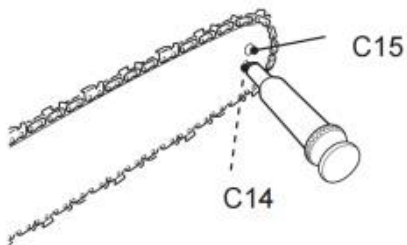

Fig. 69
2. Za pomocą jednorazowego pistoletu do smarowania włóż końcówkę igły do otworu smarowego (C14) i wstrzykuj smar, aż pojawi się na zewnętrznej krawędzi koła łańcuchowego (Rys. 69).